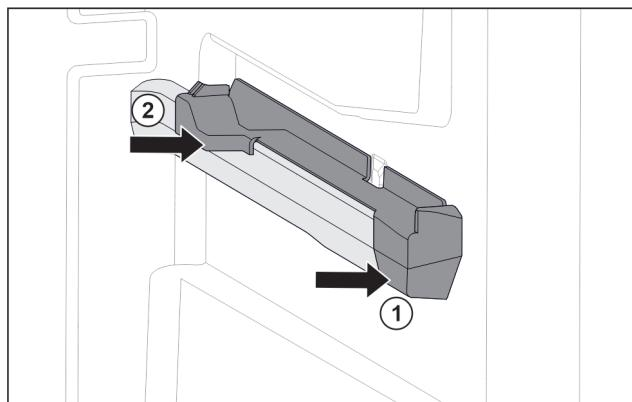

Fig. 63 Nasazovací díl na pravém žebrování na nádoby
- Nasadte nasazovací díl na žebrování na nádoby. Fig. 63 (1)
- Přitlačte nasazovací díl k zadní části. Fig. 63 (2)